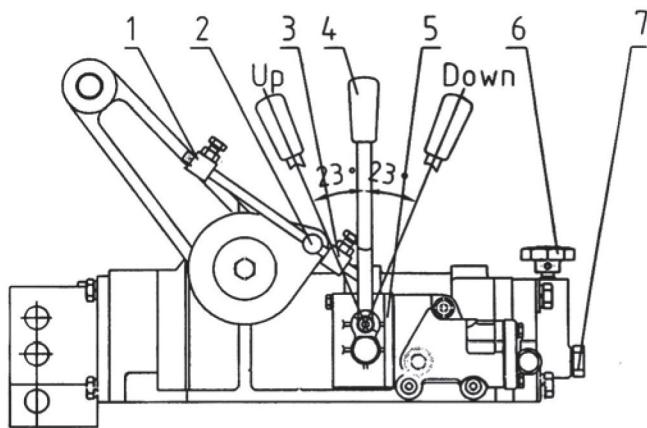

Рис.3. Гидравлический подъемник
- a. Подъем и опускание сельскохозяйственного оборудования (смотрите Рис. 3). Переключите рычаг управления (4) вперед, и оборудование опустится вниз. Закрепите колодку ограничителя (1) так, чтобы штырь (2) только касался ее. Когда орудие опущено вниз на необходимую рабочую глубину, отпустите рычаг (4) назад в нейтральное положение; таким образом, орудие будет удерживаться на заданной рабочей глубине.